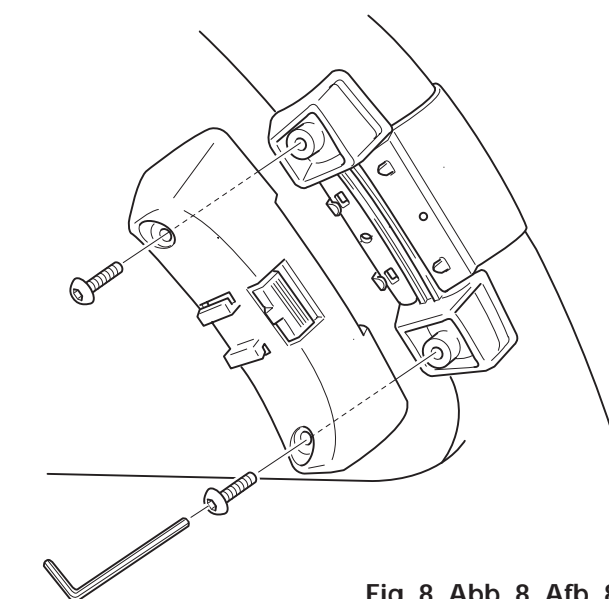

Fig. 8, Abb. 8, Afb. 8
3. Install outer holder Ⓑ on the inner holder and secure with screws Ⓓ (Fig. 8).
3. Instale el sujetador exterior Ⓑ en el sujetador interior y asegure con los tornillos Ⓓ (Fig. 8).
3. Den Außenhalter Ⓑ auf dem Innenhalter installieren und mit Schrauben Ⓓ sichern (Abb. 8).
3. Installer le support externe Ⓑ sur le support interne et fixer avec les vis Ⓓ (Fig. 8).
3. Installare il supporto esterno Ⓑ sul supporto interno e fissare con le viti Ⓓ (Fig. 8).